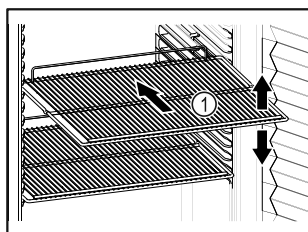

Fig. 74 Voorbeeld
- ☐ Indien de legroosters Fig. 74 (1) verplaatsbaar zijn, deze aan de hoogte aanpassen.